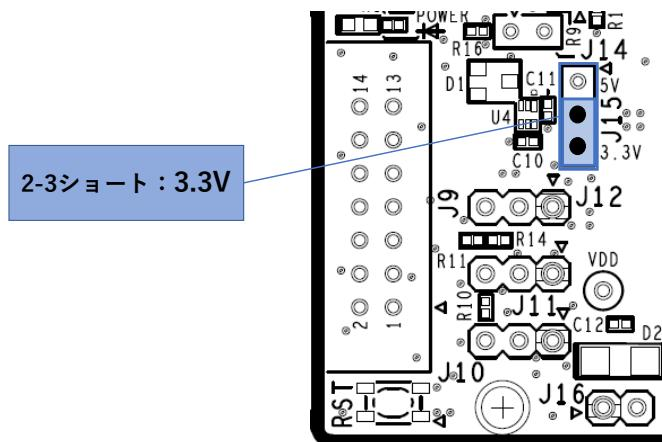

図 5-6: 3.3V 使用時のヘッダ設定(部品面)
- J15 2-3 ショート : 3.3V 電源を選択。(図 5-6)